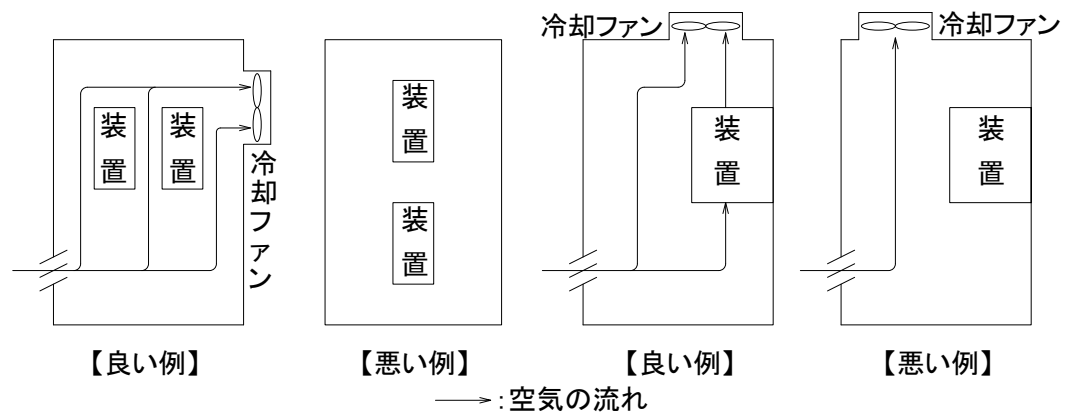

図2-1 装置を収納する場合の配置例
- d. 装置には放熱器を冷却するファンを内蔵していますので、通気の妨げとならないように空間を確保してください。また、装置を複数個収納する場合は、互いの排気の影響を受けない配置としてください。(図2-1参照)